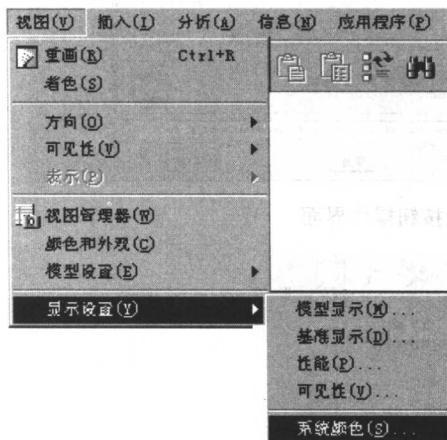
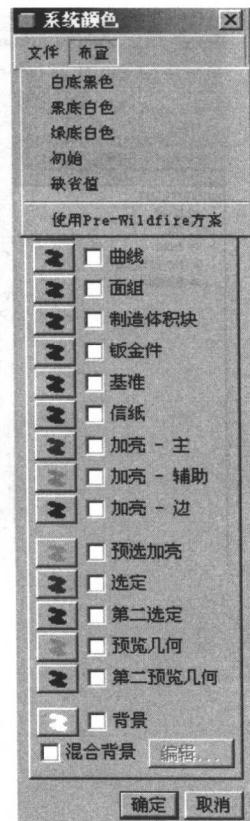

图 0.4 依次弹出的菜单
图 0.5 【系统颜色】对话框
执行【视图】|【显示设置】|【系统颜色】命令，如图0.4所示，打开【系统颜色】对话框，如图0.5所示。在该对话框中可以改变显示与使用环境的颜色，包括：背景、几何、隐藏线、截面、曲线、文字等的颜色，共分成图形、用户界面、基准和几何4大类，用户只要选择或取消选择各类选项卡上的相应复选框即可进行颜色调整的设置。
- (1) 执行【视图】|【显示设置】|【系统颜色】命令，打开【系统颜色】对话框。
- (2) 单击【布置】按钮 **布置**，然后在弹出的下拉菜单中执行【白底黑色】命令，如图 0.5 所示。